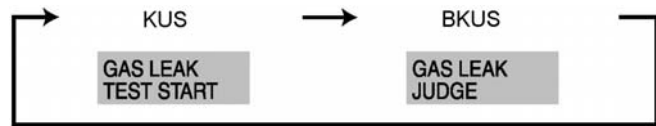

Abb. 22: [Anzeige (A)]
Legende zu Abb. 22:
- 2) Drücken Sie die **CLOCK**-Taste und wählen Sie [GAS LEAK TEST START] (START DES GASUNDICHTIGKEITS-TESTS). (s. Abb. 22)